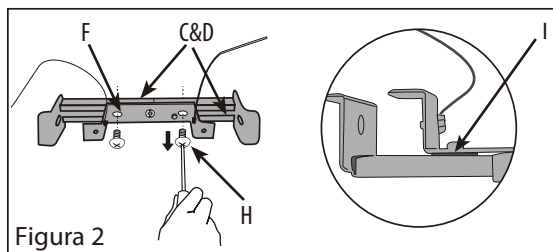

Figura 2
3. Retire el soporte de montaje (F) y la arandela (I) de las secciones interna y externa del brazo de fijación (C/D) extrayendo los dos tornillos laterales de 5/16 pulg. de largo (H) (Figura 2).